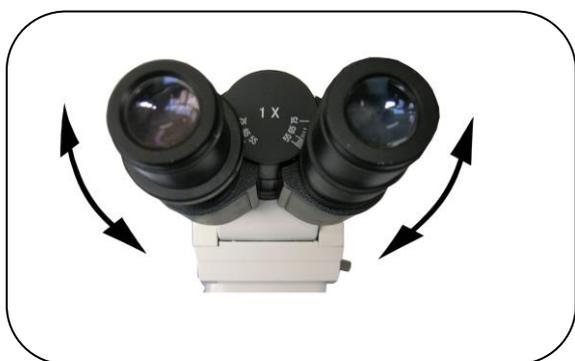

Рис. 11
6.6. Регулировка межзрачкового расстояния (рис. 11)